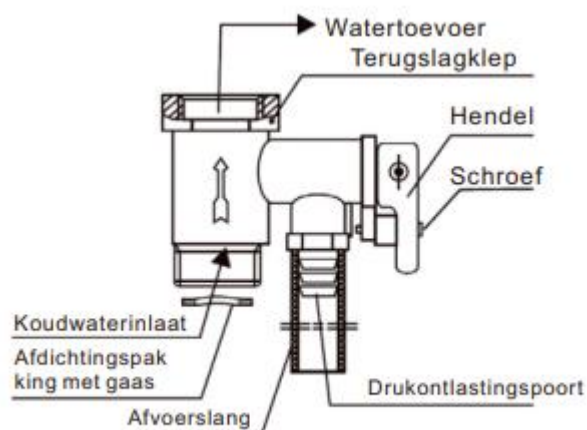

Figure 3
1. De veiligheidsklep (originele fabrieksidentificatie 0.8MPa) moet worden geïnstalleerd op de waterinlaatverbinding (zoals getoond in Fig. 3), Teflon tape moet worden opgewonden om afdichting te garanderen. De richting van de pijl moet overeenkomen met de stroomrichting van de waterinlaat van de elektrische boiler (zie Fig. 3). De netto afdichtende pakking moet worden geïnstalleerd bij de koudwaterinlaat van de veiligheidsklep, en de afvoerslang bij de overdrukuitlaat van de veiligheidsklep moet worden geïnstalleerd om een continue neerwaartse helling te behouden. De boiler moet in een vorstvrije omgeving worden geïnstalleerd en vervolgens worden uitgebreid tot het aardelek, in verbinding worden gehouden met de atmosfeer en op de juiste manier worden bevestigd om verbranding door het lozen van heet water of stoom te voorkomen. De veiligheidsklep kan voorkomen dat de tankdruk de nominale druk met 0,1 MPa overschrijdt. Als de druk in de tank te hoog is, gaat de veiligheidsklep automatisch open en wordt water uit de overdrukpoort afgevoerd om de druk te laten ontsnappen.
4. Bij normaal gebruik moet de handgreep van de veiligheidsklep (Fig.3) regelmatig geopend worden om calciumcarbonaatafzetting te verwijderen.